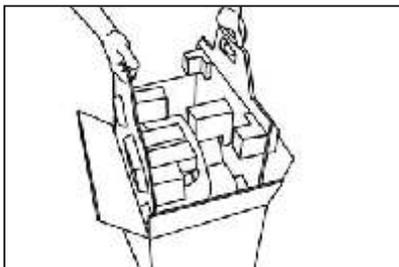

ABBILDUNG 2
2. Heben Sie die Druckerverpackung aus dem Karton (Abb. 2)